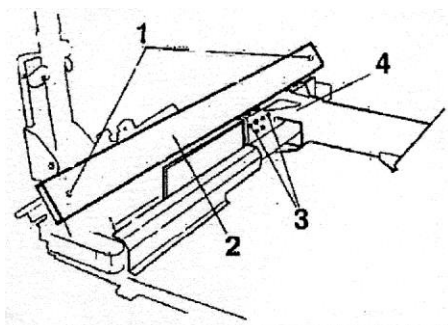

Рисунок 35
- Ослабьте винты, крепящие ограничитель (поз. 1, Рисунок 35), снимите ограничитель цепной передачи (поз. 2, Рисунок 35).
- Ослабьте гайки (поз. 3, Рисунок 35) каждого из верхних скользящих башмаков каретки (поз. 4, Рисунок 35).
г) Закрутите четыре стопорные гайки верхних скользящих башмаков (поз. 3, Рисунок 35).
и) Заново установите ограничитель цепной передачи (поз. 2, Рисунок 35).